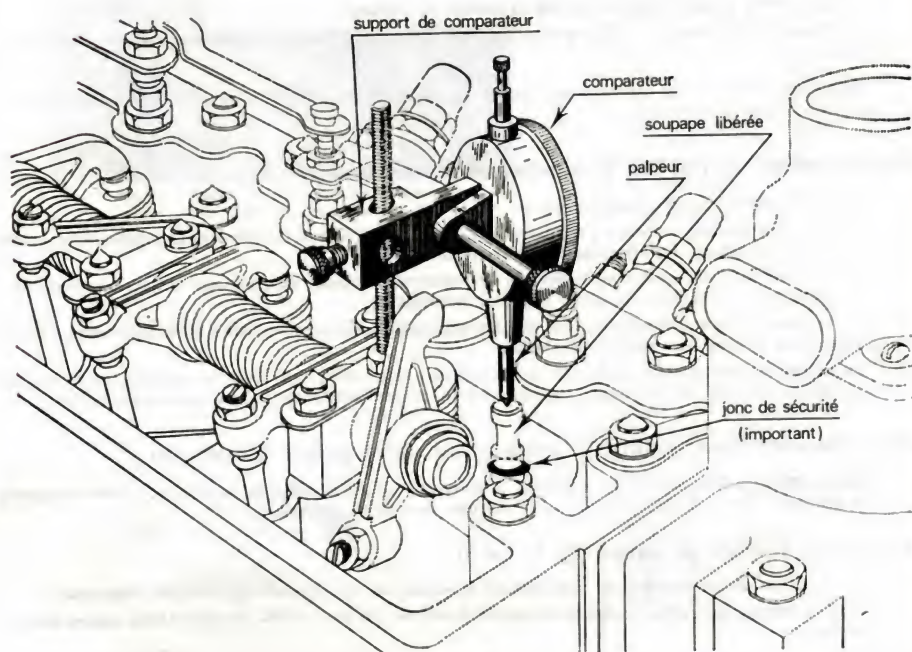

Fig. 5.
- Parfois on dispose d'un point d'injection indiqué en **valeur linéaire** sur la course du piston avant le P.M.H. Dans ce cas, on peut mesurer cette cote à l'aide d'une pige graduée si l'injecteur débouche sur le piston. Cependant il est conseillé, **afin d'obtenir une mesure précise**, d'utiliser un comparateur en plaçant le palpeur au contact d'une soupape préalablement libérée de son ressort ⁽³⁾ (fig. 5).